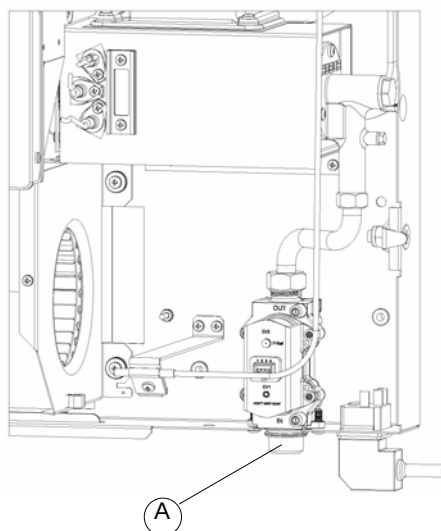

Abbildung 11 – Position des Gasanschlusses
2. Schließen Sie das Gasrohr am Gewindenippel am Heizkörperrahmen unten rechts an (siehe Detail A in Abbildung 11).